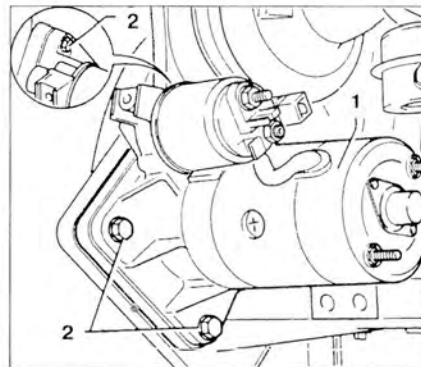

Рис. 9.8. Открутите болты **2** и снимите стартер **1**.
13. Открутите болты **2** и снимите стартер **1** (рис. 9.8).